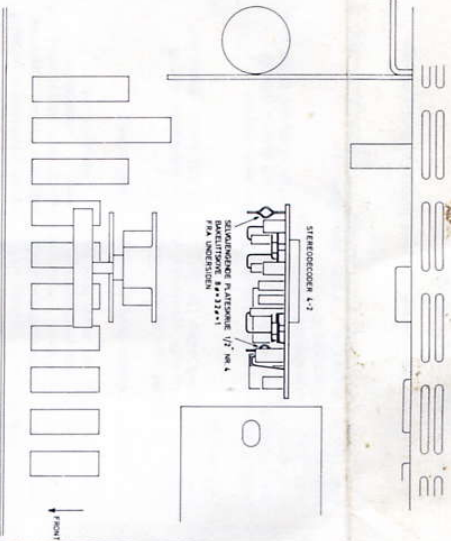
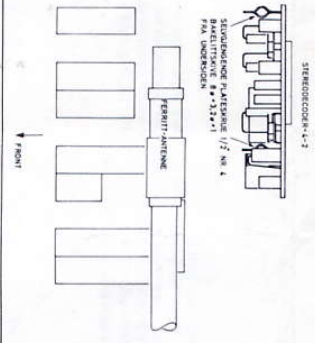

Fig. 1. Montering av stereodekoder 4-2 i HI-FI FM.
Fig. 2. Montering av stereodekoder 4-2 i SS-11.
2. Trekk ut ekvivalenktortet og monter dekoderen som vist i fig. 1 (HI-FI FM) eller fig. 2 (SS-11). Legg isolasjonsskivene mellom skruhodene og hovedplattens folieside og fest med to skruer fra TK-platens folieside.